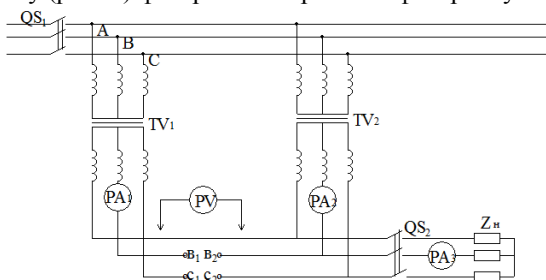

Рис. 3 Схема фазировки
3. Собрать схему (рис. 3) фазировки и провести фазировку: